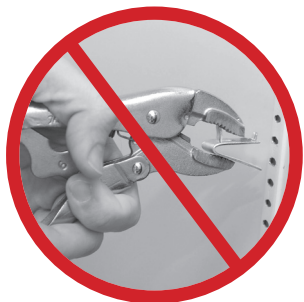

Fig. 10. Installation de la languette supérieure du clip d'étagère.
1. Avec le matériel fourni, fixez l'installation standard des étagères aux parois latérales de l'armoire. Accrochez les clips à l'installation standard des étagères. Voir fig. 10.